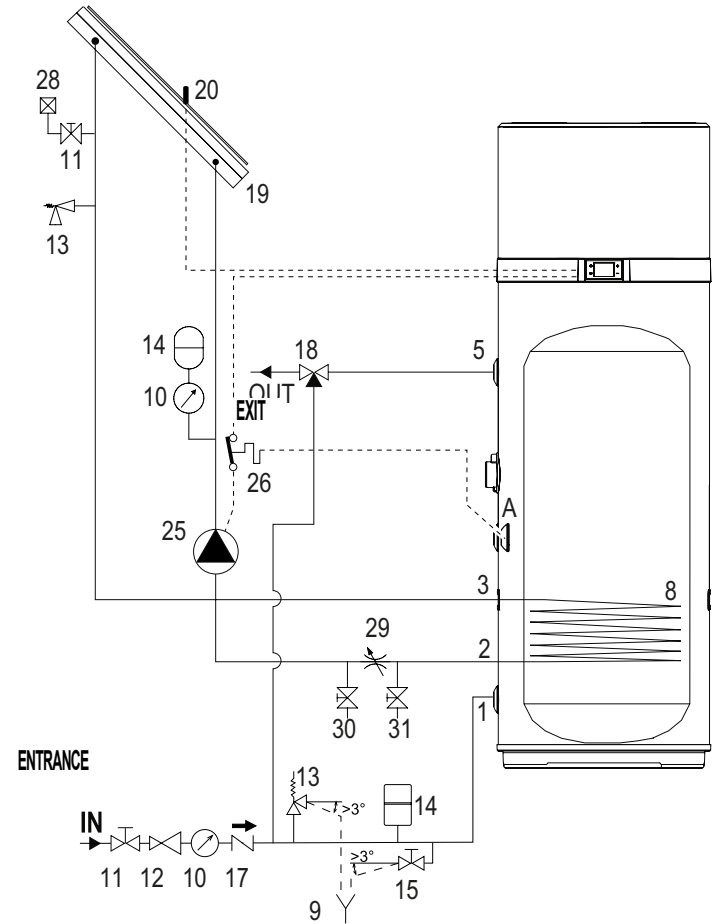
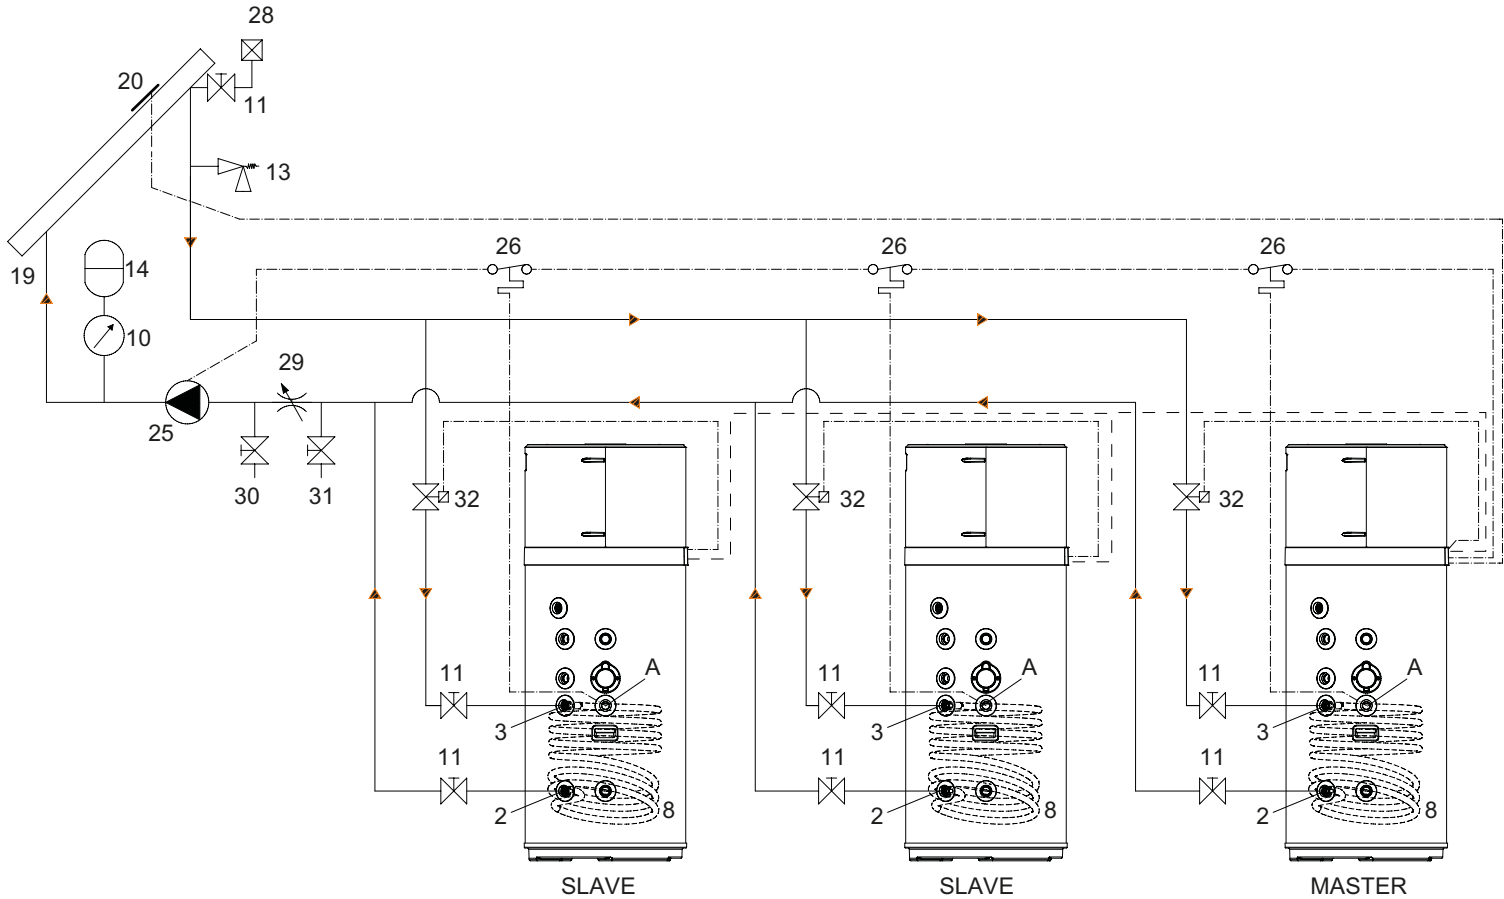

fig. 66
fig. 67
**Legend (fig. 66 and fig. 67)**